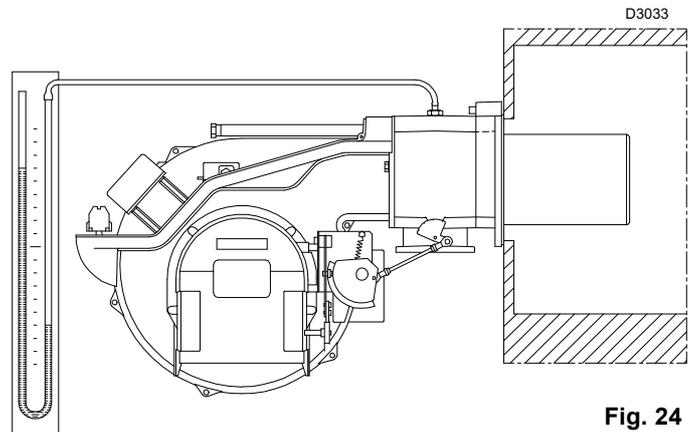

Fig. 24
- Instalar un manómetro de tubo en “U” (Fig. 24) en la toma de presión del gas del manguito.
La llegada de gas al manguito puede observarse en el manómetro en U (Fig. 24).
Orientativamente, puede obtenerse consultando las tablas de la pág. 5, basta con leer la presión del gas en el manómetro en "U", ver Fig. 24 en la pág. 24, y seguir las indicaciones de la pág. 20.